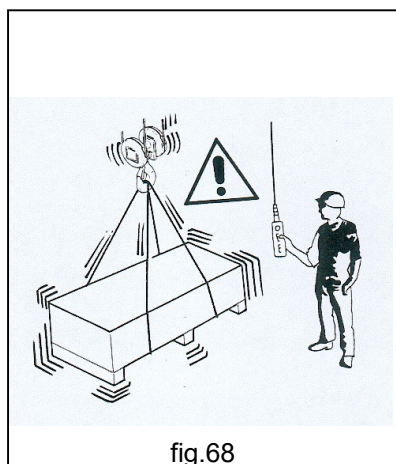

fig.68
- **SIEMPRE** accione los diferentes movimientos evitando, en lo posible, proceder a impulsos de mando en rápida sucesión (fig.68).